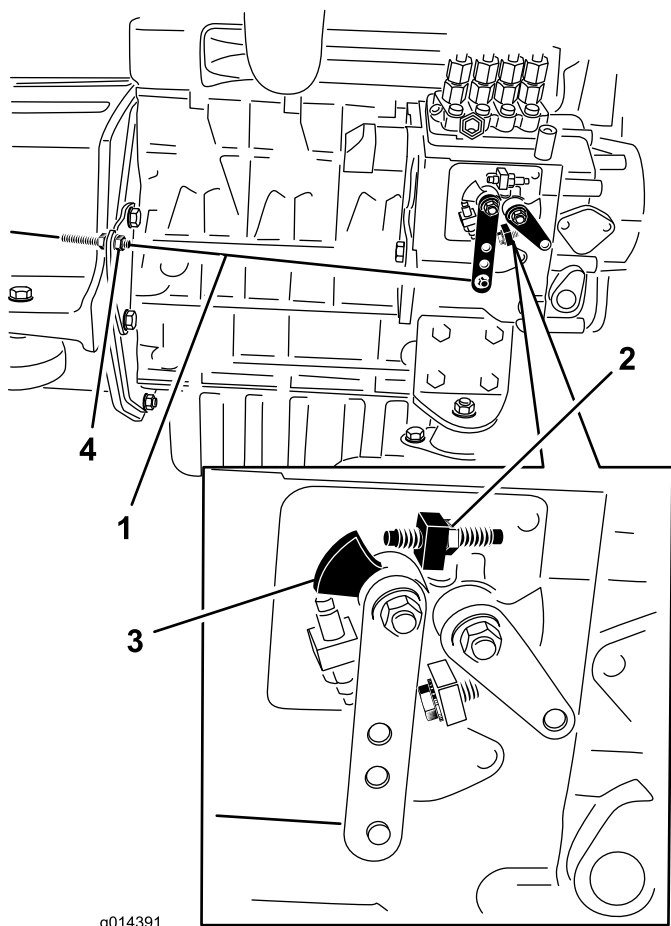

Figure 37
2. Vérifiez la position du levier de commande de régime sur la pompe d'injection du moteur. Le levier de commande de vitesse doit toucher la vis de haut régime lorsque la commande d'accélérateur est en position haut régime (verrouillage) (Figure 37).
- La position des écrous de blocage du câble de commande d'accélérateur peut être ajustée au besoin jusqu'à ce que le levier de commande de vitesse touche la vis de haut régime lorsque le levier est en position haut régime (verrouillage) (Figure 37). **Ne réglez pas la vis de haut régime sur le levier de commande de vitesse.**